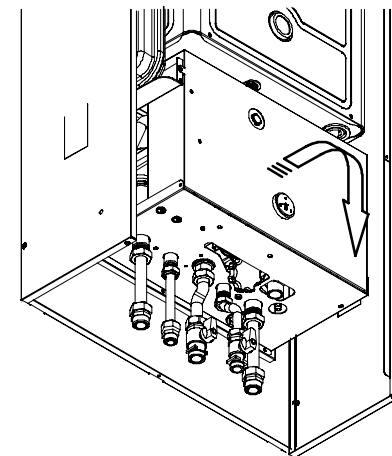

fig. 9.2
- 2 Ribaltare in avanti il pannello comandi fig. 9.2